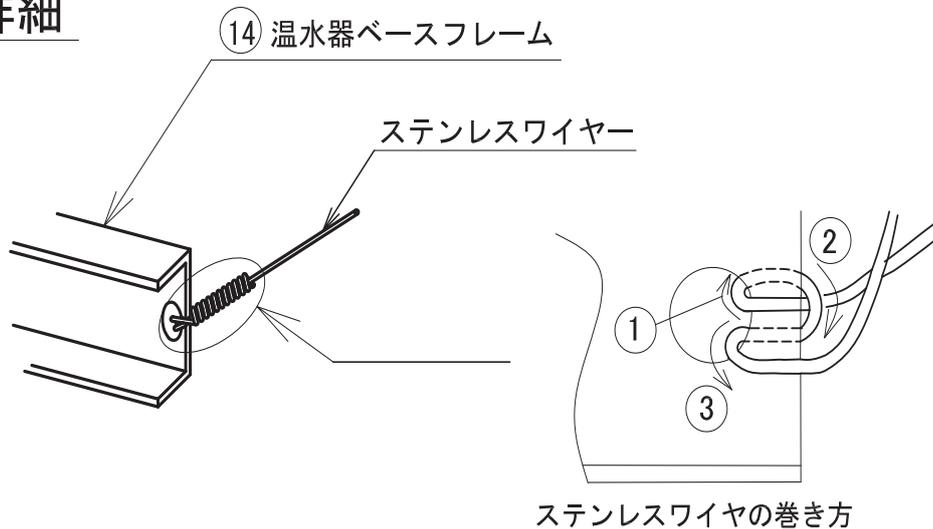

図 13
- 固定線は 13 ページ図 13 のように結び、緩みがないようにします。